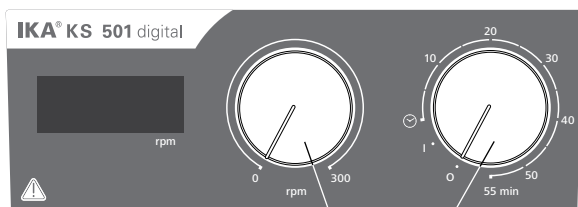

Fig. 3
- ☞ Za vklop naprave vrtljivi gumb »On/Off« in »Timer« (**B**, glejte **Fig. 3**) premaknite v smeri urinega kazalca na položaj »1«.
- ☞ Za vklop naprave vrtljivi gumb »On/Off« in »Timer« (**B**, glejte **Fig. 3**) premaknite v smeri urinega kazalca prek položaja »0«.
- ☞ Število vrtljajev motorja nastavite z vrtljivim gumbom »Speed« (**C**, glejte **Fig. 3**). Pri napravah lahko število vrtljajev motorja nastavite od 0 do 300 obratov na minuto (rpm).